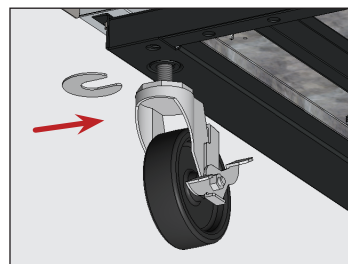

Fig. 9. Inserire la/le zeppa/e della rotella orientabile. Assicurarsi di stringere bene il perno della rotella orientabile.
5. Sul lato inferiore dell'elettrodomestico, allentare il bullone della rotella orientabile a sufficienza per far scorrere le zeppe della rotella tra il cuscinetto della rotella orientabile e la guida inferiore dell'elettrodomestico. Si veda la fig. 9
6. Installare il numero desiderato di zeppe. Si veda la fig. 9